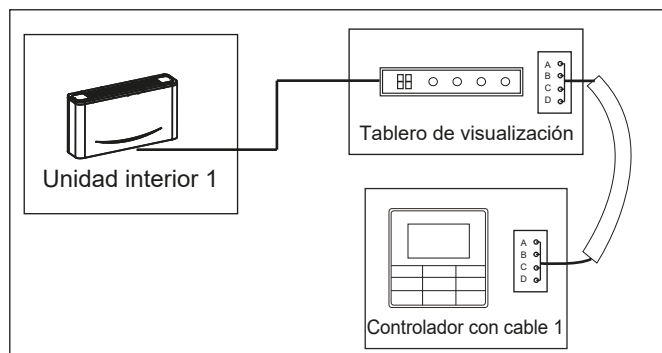

Figura 33
- Utilice 1 controlador con cable para controlar 1 unidad interior (consulte la Figura 33).